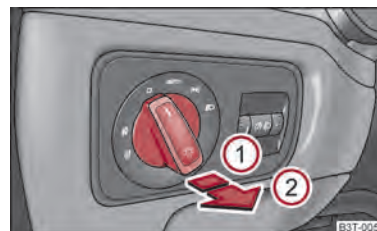

Fig. 36 Cuadro de interruptores: Conmutador luz
- Girar primero el conmutador de luces a la posición  $\Rightarrow \leftarrow$  o  $\Rightarrow \rightarrow$  ⇒ fig. 36.
- Tire del conmutador de luz a la posición ①.
- Girar primero el conmutador de luces a la posición  $\gg$  o  $\gg$   $\Rightarrow$  fig. 36.
- Tirar del conmutador a la posición ②.